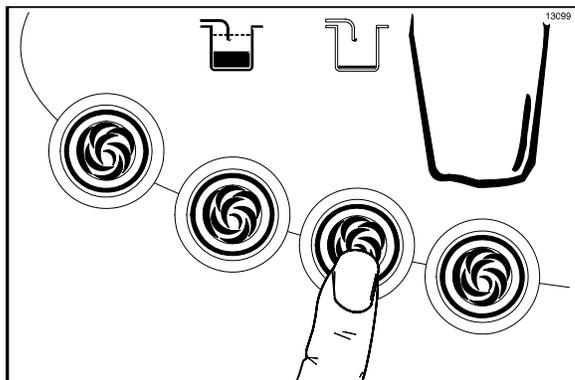

Figura 51
10. Oprima el símbolo  correspondiente al sabor del jarabe. Debe iluminarse el símbolo del sabor y la bomba del sabor seleccionado comenzará a funcionar a máxima velocidad. (Vea la figura 51).